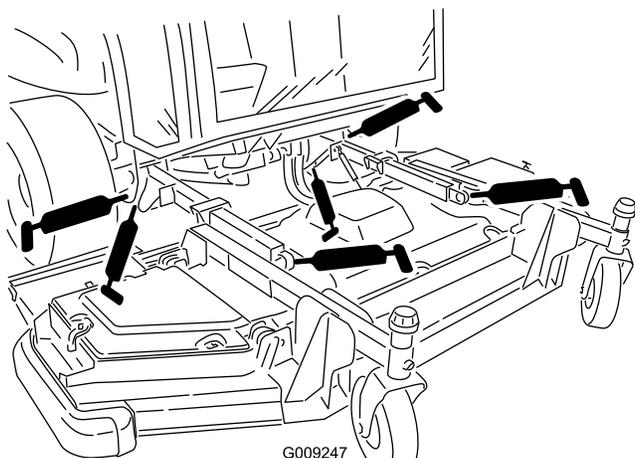

Figura 90
- 2 bocche orientabili del braccio di sollevamento (Figura 90)
- 2 giunti a sfera del braccio di sollevamento (Figura 90)
- 2 perni di articolazione del cilindro di sollevamento del piatto anteriore (Figura 90)